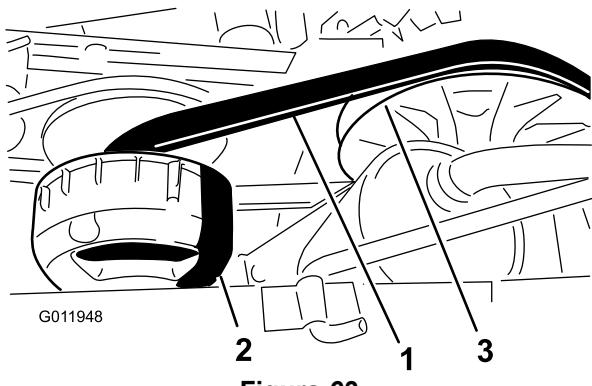

Figura 63
4. Fate girare la cinghia (Figura 63) ed ispezionatela per rilevarne eventuale segni di eccessiva usura o danni.
3. Girate la cinghia e fatela passare sulla frizione secondaria (Figura 63).
4. Rimuovete la cinghia dalla frizione primaria (Figura 63).
5. Allineate la nuova cinghia sopra la frizione primaria (Figura 63).
6. Girate la cinghia e fatela passare sulla frizione secondaria (Figura 63).